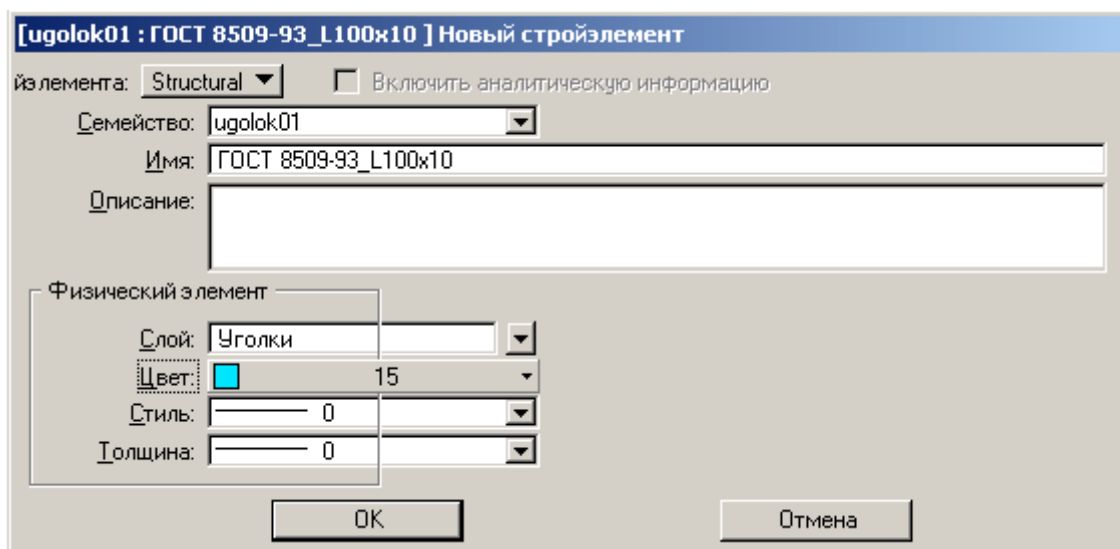

Рисунок 52
3. Затем через *Проводник набора данных* создается новое **Семейство**, в котором создается новый **Стройэлемент** (Рисунок 52). Для данного стройэлемента заполняются уже три закладки:
- a. **Определение** – указывается **Тип стройэлемента** Structural, также указывается имя стройэлемента и его символика (Рисунок 52).